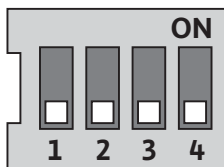

Fig. 33: DIP-brytare
DIP-brytarna (fig. 14, pos. 6/fig. 33) sitter under kåpan.